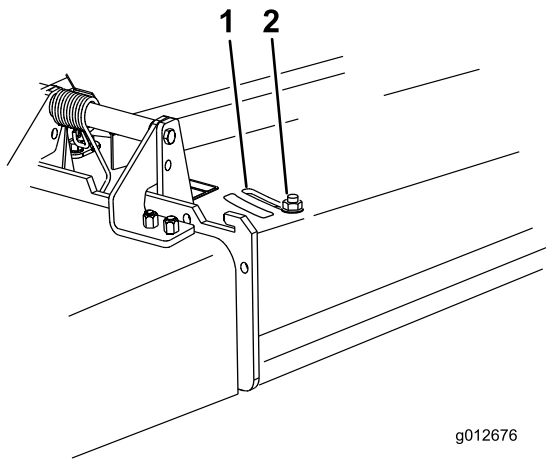

Bild 17
- Lösen Sie die Mutter, um das Ablenkblech einzustellen (Bild 17).